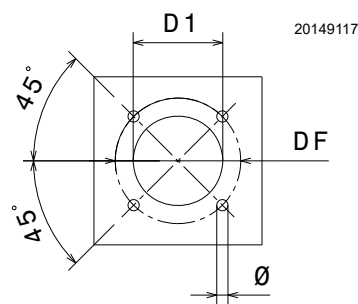

Fig. 13
Perforar la placa de cierre de la cámara de combustión como en la Fig. 13. Puede marcarse la posición de los orificios roscados utilizando la junta aislante que se suministra con el quemador.
- Introducir todo el quemador en el orificio de la caldera, preparado anteriormente (Fig. 13 en pág. 19), y fijar con los tornillos suministrados.